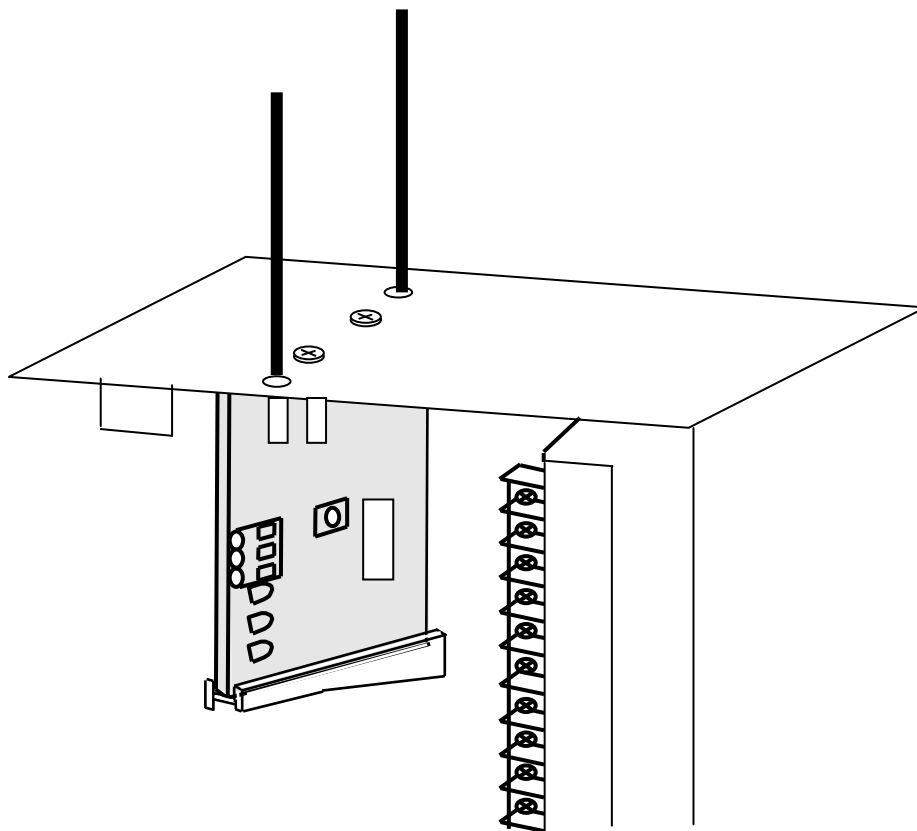

Figura 4
- Inserte las antenas, a través de los orificios situados en la parte superior de la caja, en el módulo receptor (Figura 4).